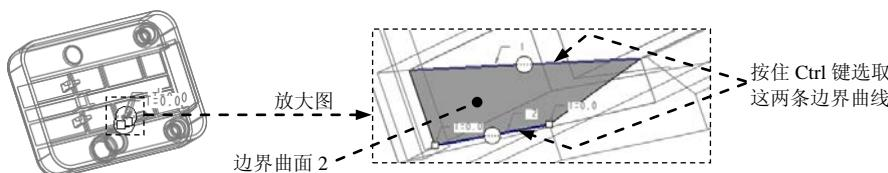

图 20.20 定义边界曲面 2
(1) 按住 **Ctrl** 键, 选取合并面组 2 和边界曲面 1。
(2) 单击 **分型面** 操控板中 **编辑** ▾ 区域的 **合并** 按钮, 此时系统弹出“合并”操控板。
(3) 在操控板中单击 **选项** 按钮, 在“选项”界面中选中 **相交** 单选项。
(4) 在“合并”操控板中单击 按钮。
Step10. 创建图 20.20 所示的边界曲面 2。
(1) 单击 **模型** 功能选项卡中的 **切口和曲面** ▾ 按钮, 在系统弹出的菜单中依次单击 **曲面** ▾ **边界混合**, 系统弹出“边界混合”操控板。
(2) 定义边界曲线。按住 **Ctrl** 键, 依次选取图 20.20 所示的两条边界曲线。
(3) 在操控板中单击 按钮, 完成边界曲面 2 的创建。